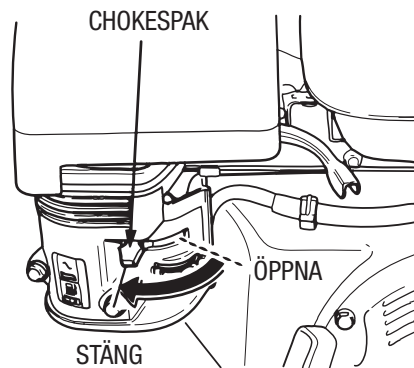

Bild 10. Motorns chokespak
3. Lägg **chokespaken** (bild 10) i läge "CLOSED" om du startar en **kall** motor.